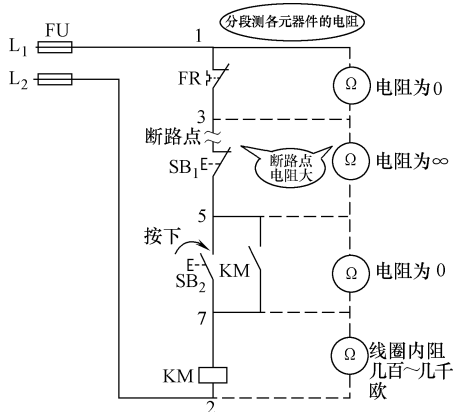

图 6-12 分段测量法检查断路故障
1) 电阻的分段测量法 顾名思义，分段测量各元件或标号点间的电阻值，来判断它是否存在断路故障，如图 6-12 所示。